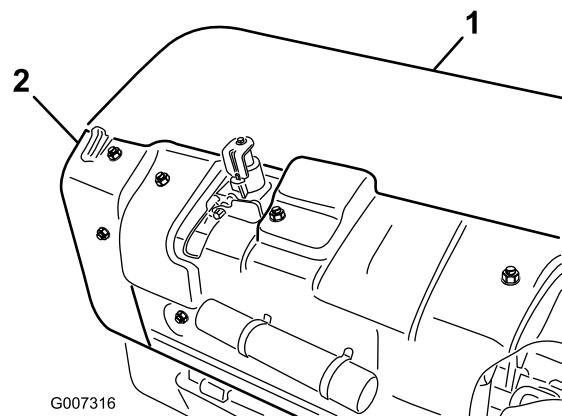

Figura 36
1. Retire la cubierta trasera del cabezal de perforación (Figura 36).
- Retire los pernos de montaje del protector de la polea, y retire el protector (Figura 36).